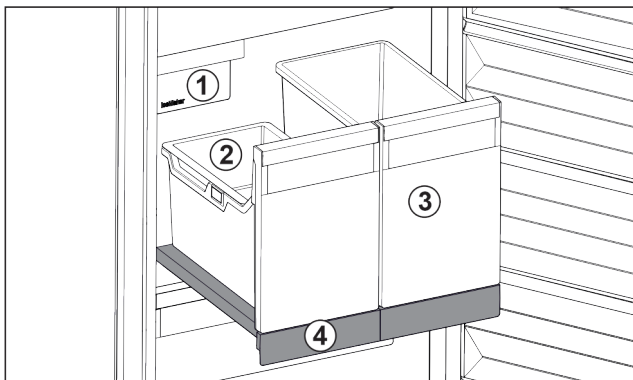

Fig. 17 Uitschuifplateau met IceTower
- (1) IceMaker (3) Bakkens voor bijv. pizza, alcoholische dranken
(2) Inhangschalen voor ijsblokjes
(4) Uitschuifplateau
Op het uitschuifplateau bevinden zich twee hoge bakken (IceTower). In de bak Fig. 17 (2) worden ijsblokjes uit de IceMaker verzameld en bewaard. Bak Fig. 17 (3) is geschikt voor het bewaren van hoge levensmiddelen zoals pizza's of alcoholische dranken.